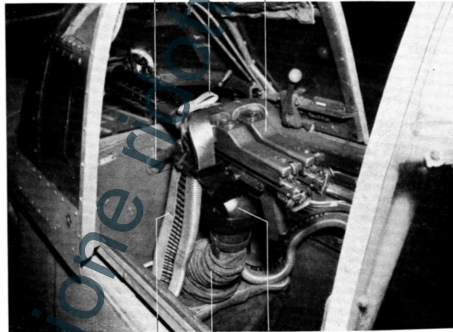

Abb. 9: B-Stand. MG 81 Z gezurrt, bei geöffneter Haube
- Abb. 9: B-Stand. MG 81 Z gezurrt bei geöffneter Haube